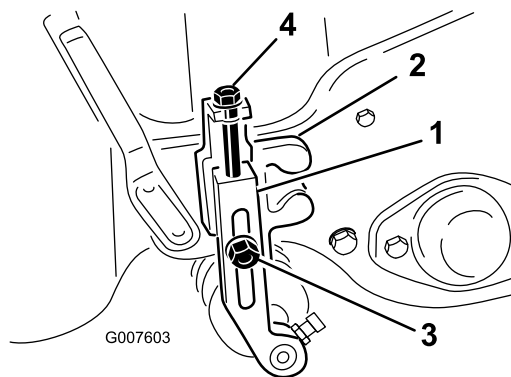

图48
2. 松开将除草高度臂固定到除草高度支架上的锁紧螺母（图48）。